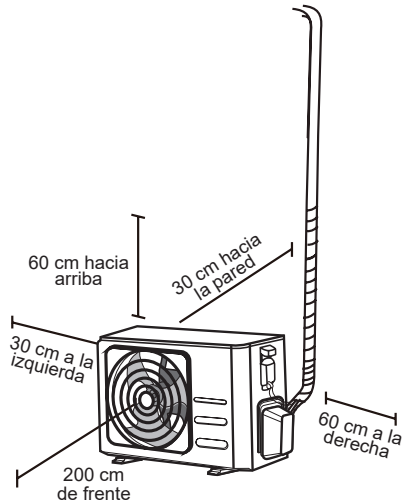

Fig. 4.1
- Cumple con los requerimientos de espacio indicados en los Requerimientos de Espacio para la instalación (Ver Fig. 4.1)